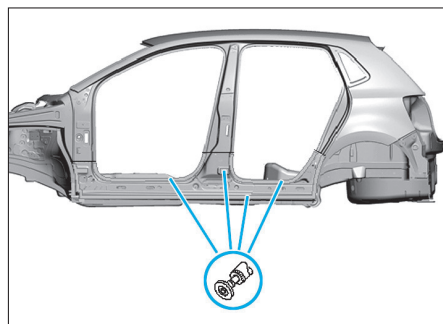

FIG. 73
- Retirer les morceaux de tôle restants (Fig.73).